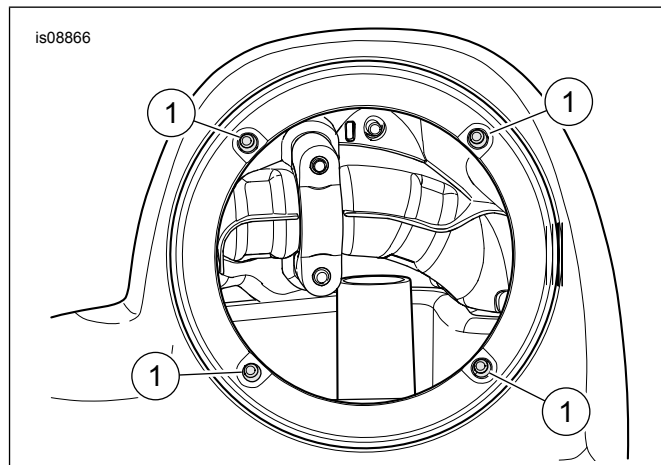

Figura 11. Tuercas prisioneras
15. Ver Figura 11 . Inserte las cuatro tuercas prisioneras desde el interior de la abertura grande.